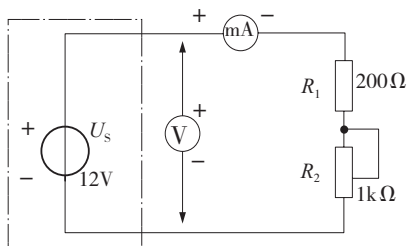

图 1-50 理想电压源模型
- (1) 测定直流稳压电源（理想电压源）与实际电压源的外特性。
① 利用实验台上的模块按图 1-50 接线。 U_s 为 +12 V 直流稳压电源。调节 R_2 ，令其阻值由大至小变化，记录两表的读数（表 1-5）。